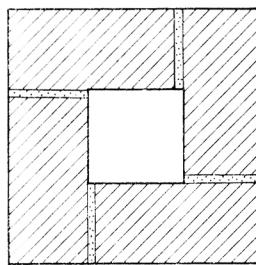
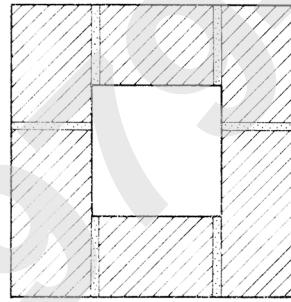

Fig. 211a.
Fig. 211b.
- 211 Som nevnt i pkt.03, kan en oppnå bedre trekk og isolasjon i en pipe med lite tverrsnitt. Fig. 211a viser et pipeløp med minimalt tverrsnitt. Pipen er tilstrekkelig for 1-2 vanlige ovner. En mellomstor pipe med innvendig side 15-20 cm krever at steinen hugges, se fig. 211b.